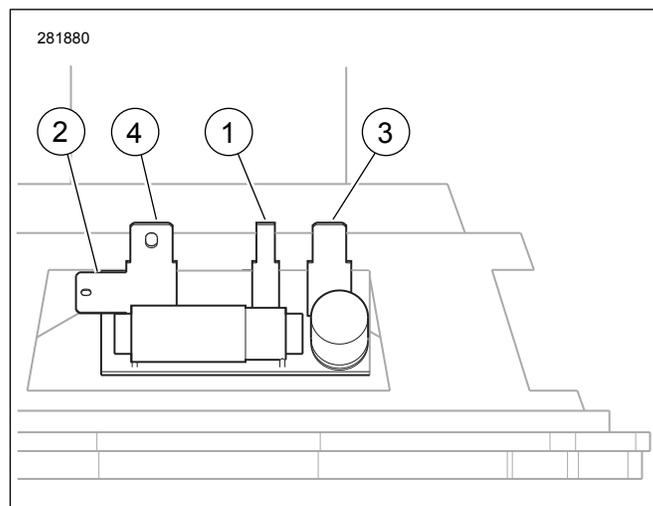

Abbildung 5. Kabelschuhkontakte für Bagger-Lautsprecher
3. Siehe Abbildung 5. Die Kabel vom am Gitter montierten Hochtonlautsprecher zu den Kabelschuhkontakten (1) und (2) auf der Rückseite des Lautsprechers anschließen. Kabelschuhkontakte in unterschiedlicher Größe verhindern einen falschen Zusammenbau.
6. Siehe Abbildung 5. Die Buchsenkontakte vom Fahrzeugkabelbaum an den Kabelschuhkontakten (3) und (4) auf der Lautsprecherrückseite befestigen. Kabelschuhkontakte in unterschiedlicher Größe verhindern einen falschen Zusammenbau.